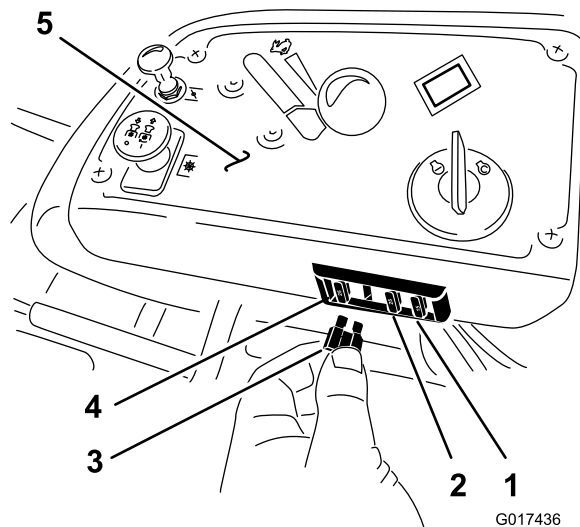

Figura 49
Los fusibles están situados en la consola de la derecha, junto al asiento (Figura 49).
2. Instale un fusible nuevo (Figura 49).